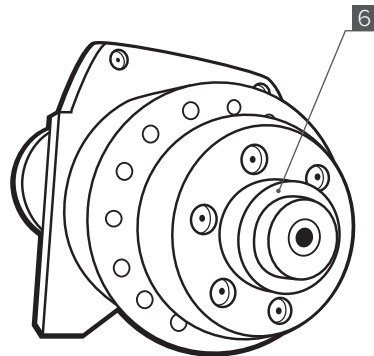

Рис. 3
2. Снимите муфту привода тормоза [6] (Рис. 3) и извлеките приводной вал.